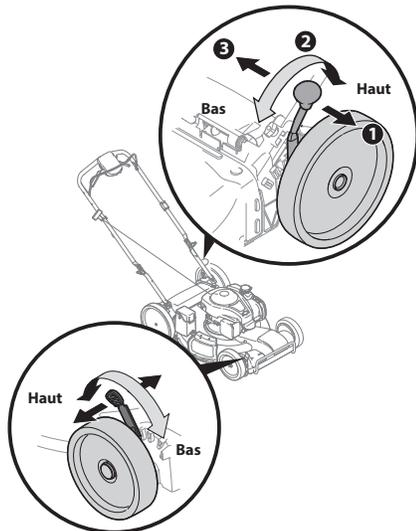

Figure 2-10
1. Déplacez le levier de réglage de la hauteur de coupe vers la roue (la tondeuse risque de basculer lorsque vous déplacez le levier de réglage vers l'extérieur). Voir Figure 2-10.